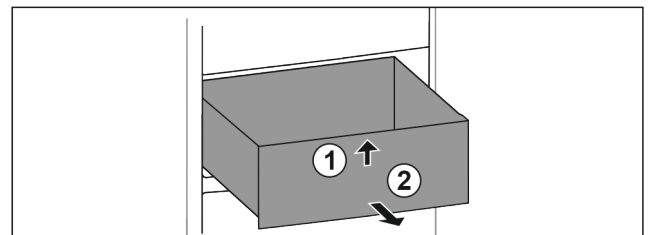

Fig. 91
- ▶ Emelje meg a fiók elejét. Fig. 91 (1)
- ▶ Vegye ki a fiókot előrefelé. Fig. 91 (2)